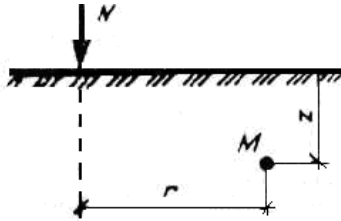

Рис. 2 - К задаче 5
**Задача 5.** Определить напряжение в точке  $M$  от сосредоточенной силы  $N = 15$  кН, приложенной к поверхности грунтового основания. Точка  $M$  находится на глубине  $z = 2$  м, расстояние от оси силы  $r = 4$  м (рис. 2).